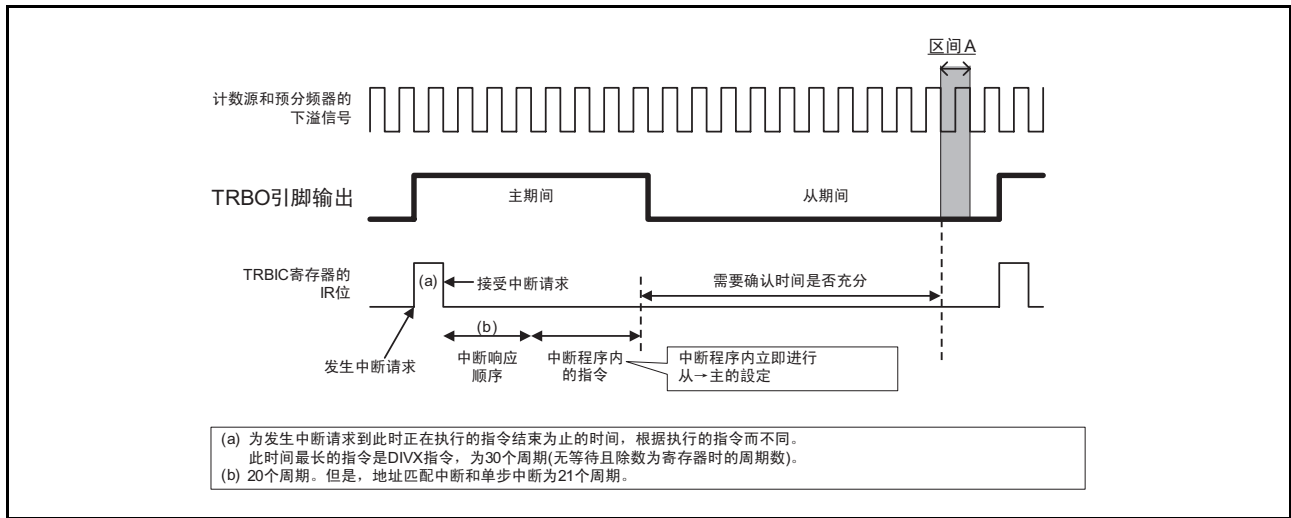
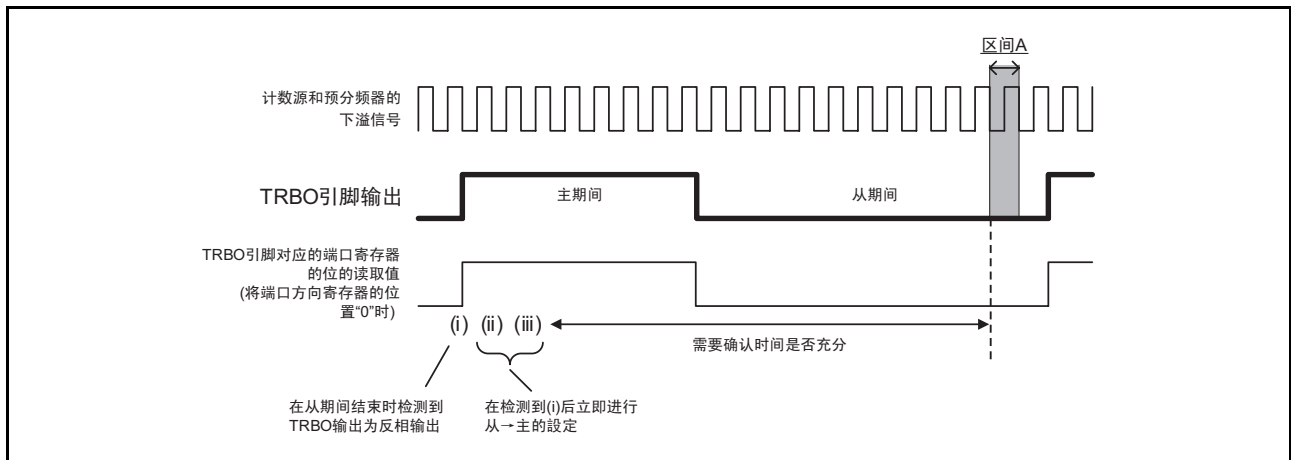

图 17.25 对策 (a) 定时器 RB 中断的使用例子
图 17.26 对策 (b) TRBO 引脚输出值的读取例子
2. 如果在计数中（TCSTF 位为“1”）更改 TRBSC 寄存器和 TRBPR 寄存器，就必须通过定时器 RB 中断等对 TRBO 输出周期取得同步。在同一个输出周期内只能进行一次同步。另外，必须确认在图 17.25 和图 17.26 的区间 A 没有写 TRBPR 寄存器。
如图 17.25 所示，必须通过定时器 RB 中断程序，对 TRBSC 寄存器和 TRBPR 寄存器进行写操作，写操作必须在区间 A 之前结束。
如图 17.26 所示，从 TRBO 引脚的输出电平中检测主期间的开始，在主期间开始后立即对 TRBSC 寄存器和 TRBPR 寄存器进行写操作，写操作必须在区间 A 之前结束。另外，如果在将 TRBO 引脚对应的端口方向寄存器的位置 “0”（输入模式）后读端口寄存器的位的值，读取的值就为 TRBO 引脚的输出值。